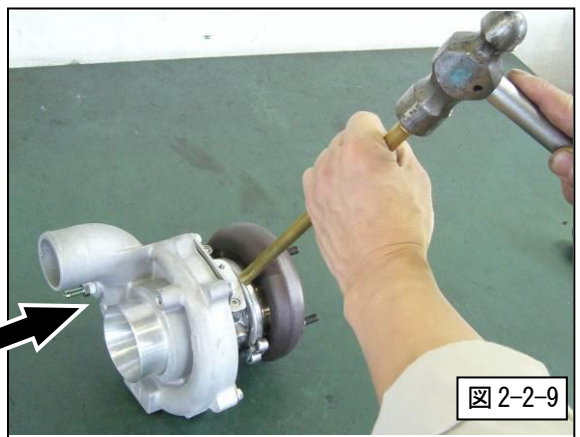

図 2-2-9
- (5) ターボチャージャーを一度取外し、カップリングを以下の手順で締付けてください。(図 2-2-9, 2-2-10)